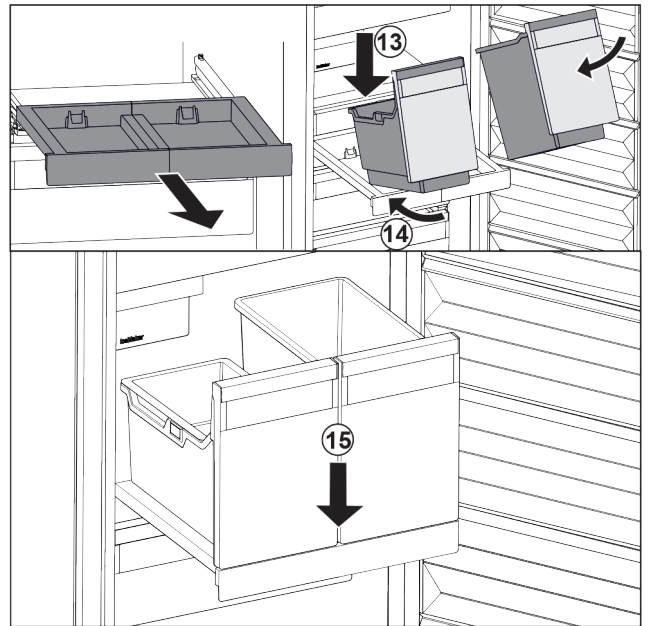

Fig. 24
- ▶ Behälter schräg auf das Auszugsbord aufsetzen. Fig. 24 (13)
- ▶ Behälter schräg nach hinten einschieben. Fig. 24 (14)
- ▶ Behälter vorne absetzen. Fig. 24 (15)